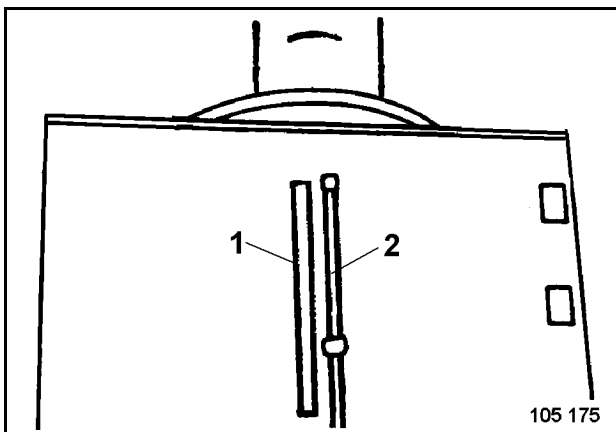

Fig. 3-67:
Das Schild (2, Fig. 3-67:) befindet sich neben dem Füllstandsrohr (1)